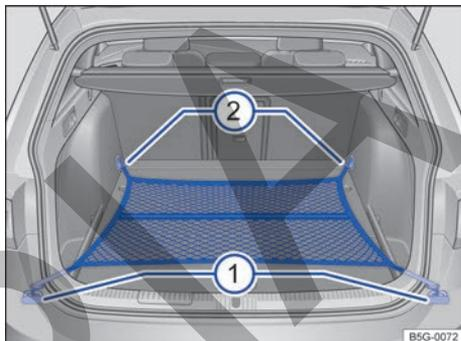

Fig. 170 En el maletero: bolsa de red enganchada a ras del piso.
- Dado el caso, levante las argollas de amarre delanteras → fig. 170 ②.
- Fije los ganchos de la bolsa en las argollas de amarre ② → ⚠. La cremallera de la bolsa tiene que quedar hacia arriba.
- Fije los ganchos de la bolsa en las argollas de amarre ①.